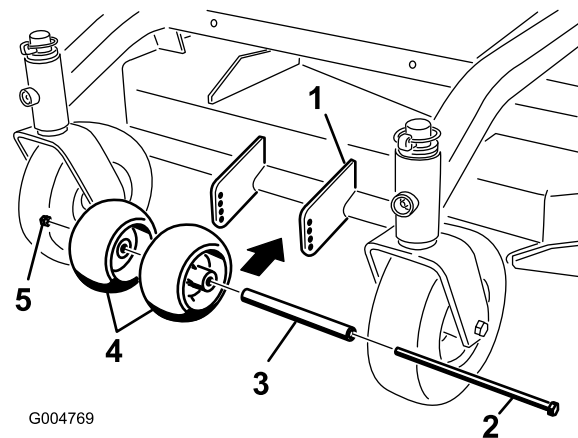

Figura 14
1. Após ajustar a altura de corte, verifique os rolos antidanos para que haja uma folga mínima de 10 mm ao solo (Figura 14).
2. Se for necessário ajuste, retire o parafuso, anilhas e porca (Figura 14).
3. Selecione a posição do furo para que os rolos antidanos tenham uma folga mínima de 10 mm ao solo (Figura 14).
4. Instale o parafuso e a porca (Figura 14).